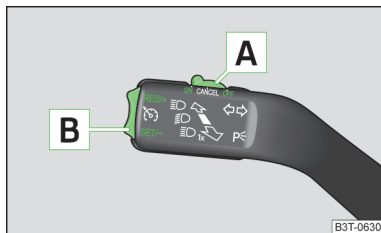

Fig. 140
➤ Apăsați comutatorul » fig. 140 în poziția **ON**.
➤ Apăsați comutatorul » fig. 140 în poziția **OFF**.
- Apăsați butonul basculant în poziția **SET** » fig. 140 la pagina 160.
➤ Apăsați butonul basculant în poziția **RES** » fig. 140 la pagina 160.
Viteza memorată se poate reduce prin apăsarea butonului basculant în poziția **SET** » fig. 140 la pagina 160.
Sistemul de menținere automată a vitezei de deplasare se **dezactivează temporar** prin apăsarea comutatorului **[A]** » fig. 140 la pagina 160 în poziția **CANCEL**, respectiv dacă se apasă pedala de frână sau de ambreiaj.